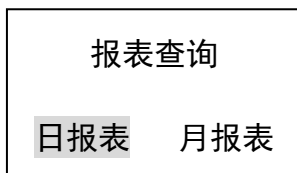

图 3
③ 退出查询：按“返回”键即可退出停电查询。
① 进入查询：按面板上“**报表查询**”键，仪表进入报表查询，画面如图 3 所示：